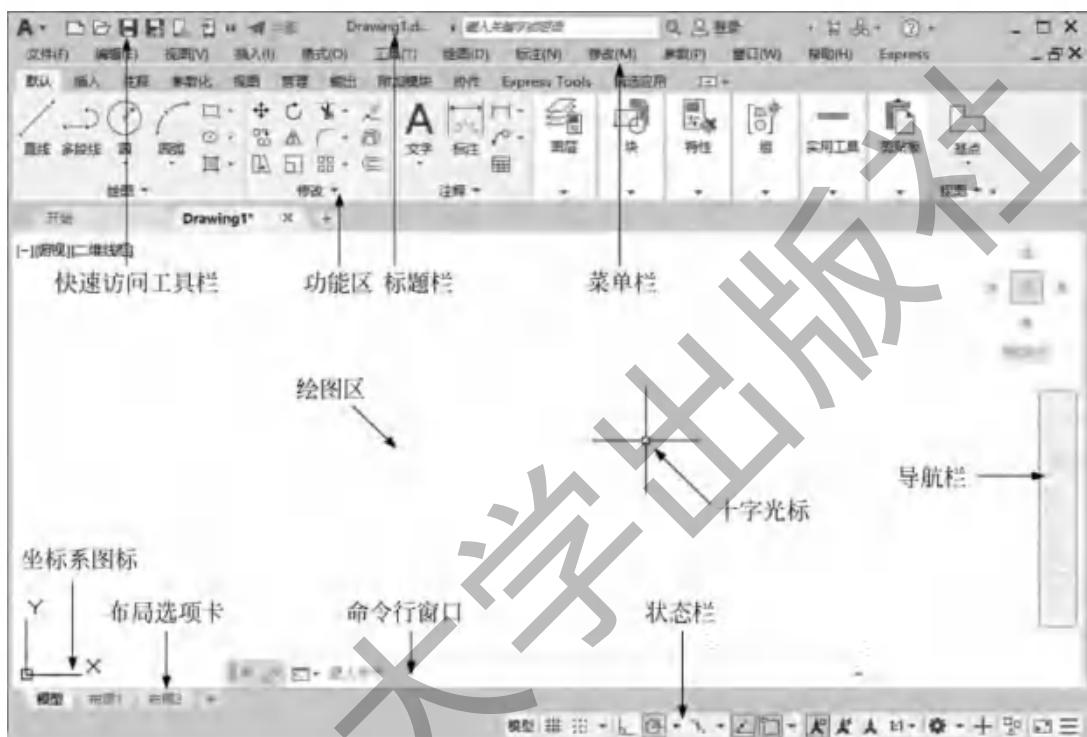

图 1-1 AutoCAD 2022 中文版的操作界面
AutoCAD 的操作界面是 AutoCAD 显示、编辑图形的区域。一个完整的 AutoCAD 2022 中文版的操作界面如图 1-1 所示，包括标题栏、功能区、绘图区、十字光标、坐标系图标、命令行窗口、状态栏、布局选项卡、导航栏和快速访问工具栏等。
注意：需要将 AutoCAD 的工作空间切换到“草图与注释”模式下（单击操作界面右下角中的“切换工作空间”按钮，在打开的菜单中选择“草图与注释”命令），才能显示如图 1-1 所示的操作界面。本书中的所有操作均在“草图与注释”模式下进行。
注意：安装 AutoCAD 2022 后，在绘图区中右击，打开快捷菜单，如图 1-2 所示，① 选择“选项”命令，打开“选项”对话框。切换到“显示”选项卡，② 将窗口元素对应的“颜色主题”设置为“明”，如图 1-3 所示。③ 继续单击“窗口元素”选项组中的“颜色”按钮，将打开如图 1-4 所示的“图形窗口颜色”对话框，④ 在“颜色”下拉列表框中选择白色，⑤ 然后单击“应用并关闭”按钮，继续单击“确定”按钮，退出对话框，其界面如图 1-1 所示。
显示当前点的位置。十字线的方向与当前用户坐标系的 X 轴、Y 轴方向平行,系统预设十字线的长度为屏幕大小的 5%,如图 1-1 所示。